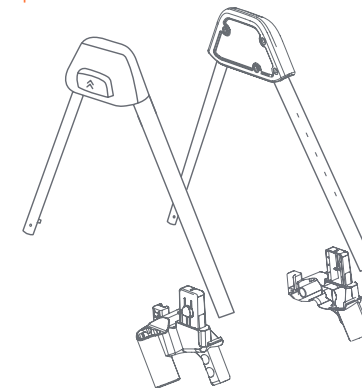

Fig. 1
- 1) Localice los conjuntos de marcos superiores Derecho e Izquierdo y los soportes de altura (Fig. 1).
- Empareje los conjuntos de marcos superiores Derecho e Izquierdo con los soportes de altura lado Derecho e Izquierdo como se muestra en la ilustración (Fig. 1).